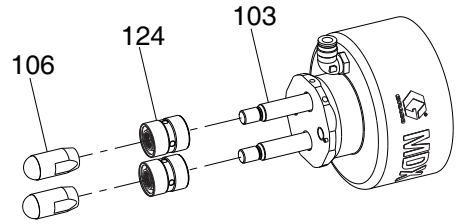

图 8
6. 在活塞柱上涂抹润滑脂，然后将 U 形杯套筒 (107) 的开口端背对空气部分安装在空气外壳 (102) 上。参见图 8。
7. 擦去活塞活塞柱螺纹上的润滑脂。在内外螺纹螺纹上涂抹紫色厌氧粘合剂（随修理配件包提供），然后安装阀球 (106)。用 40 英尺磅（54 牛·米）的扭力拧紧。参见图 8。